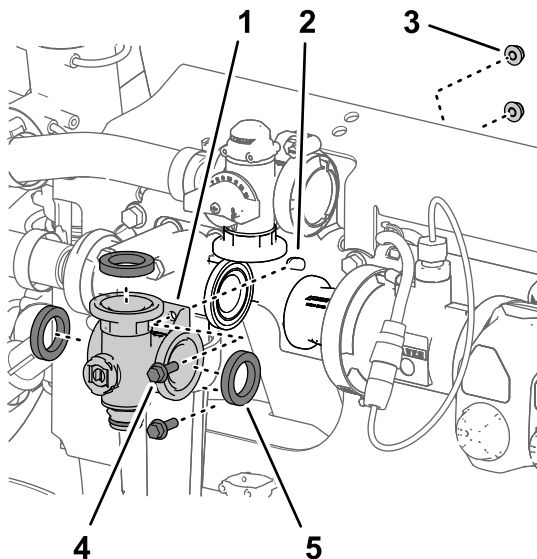
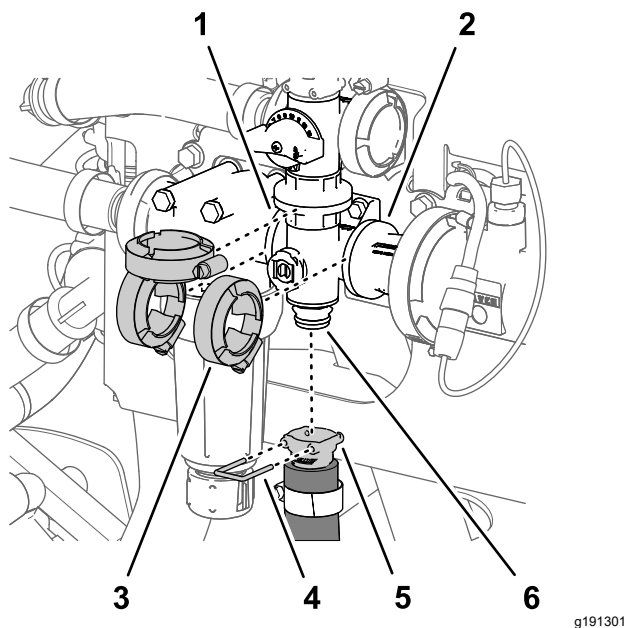

Figure 135
Figure 136
- Alignez la bride du collecteur de la vanne d'agitation et les 3 joints sur les brides de la vanne de dérivation d'agitation, de la tête du filtre de pression et de l'adaptateur de raccordement (Figure 135 et Figure 136).
2. Fixez légèrement le collecteur de vanne d'agitation à la vanne de dérivation d'agitation, la tête du filtre de pression et l'adaptateur de raccordement (Figure 136) à l'aide des 3 colliers que vous avez retirés à la section Dépose de la valve du collecteur d'agitation (page 95).
5. Serrez les 3 colliers bride à la main (Figure 136).
6. Fixez le raccord rapide du flexible d'agitation au raccord rapide du collecteur de vanne d'agitation à l'aide de l'étrier de fixation (Figure 136).